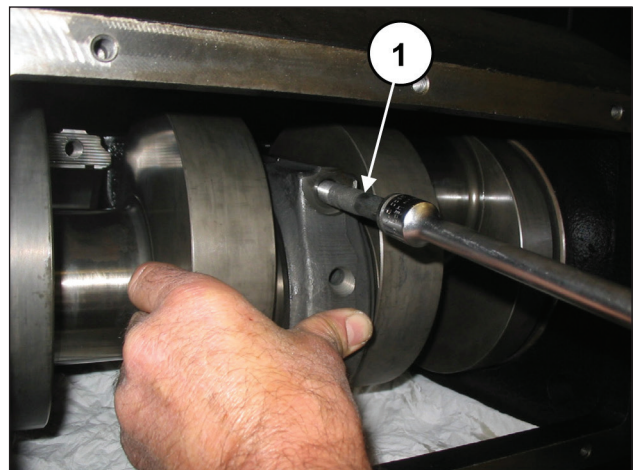

Fig. 60
Fissare i cappelli alle semibielle mediante le viti M12x1.25x87 (pos. ①, Fig. 60).